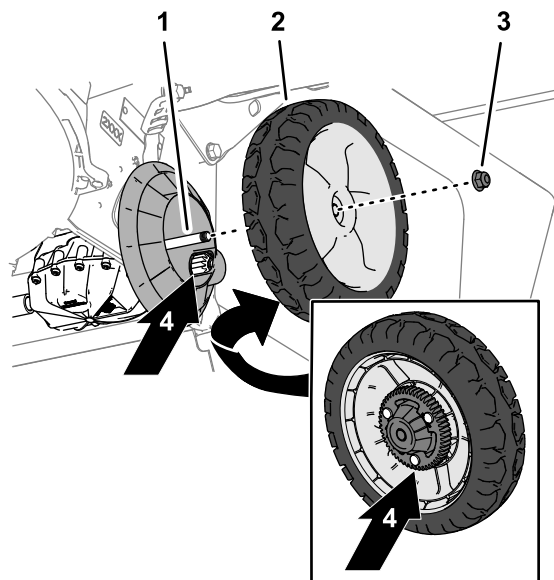

Figura 30
1. Rimuovete il dado di bloccaggio flangiato e il gruppo della ruota dal bullone dell'assale (Figura 30).
2. Eliminate i corpi estranei dalla zona delle corone dentate (Figura 30).
3. Dopo la pulizia, applicate una piccola quantità di composto antigrippaggio sulle corone dentate (Figura 30).
4. Assemblate il gruppo della ruota e il bullone dell'assale con il dado di bloccaggio flangiato (Figura 30).